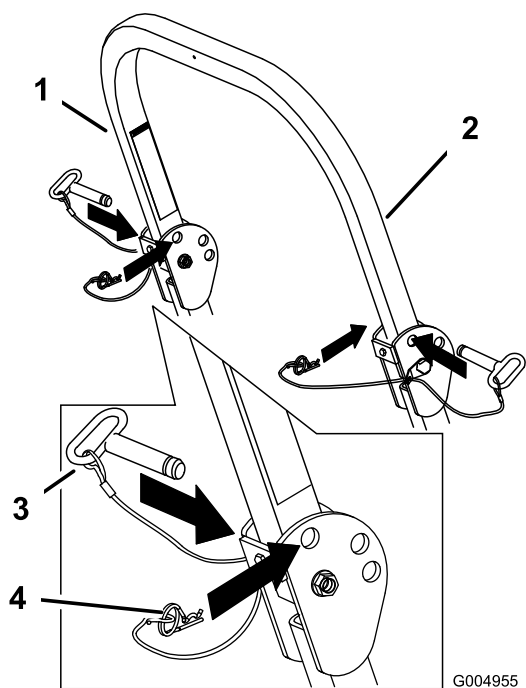

Figura 11
1. Remova os contrapinos e os dois pinos (Figura 11).
3. Instale os 2 pinos e fixe-os com os contrapinos (Figura 11).
2. Levante a barra de segurança na vertical, instale os dois pinos e fixe-os com os contrapinos (Figura 11).